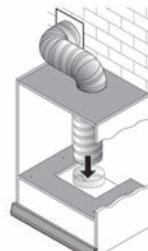

Рис. 5
- Соедините воздуховод с адаптером вытяжки. (Рис. 5) Выведите другой конец воздуховода в вентиляционную шахту.